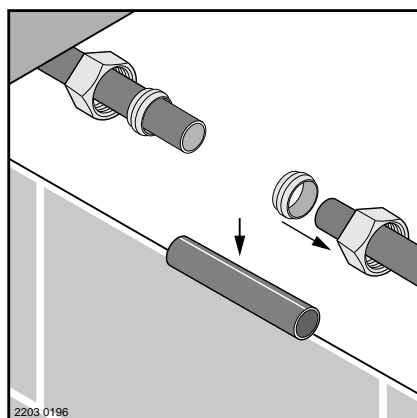

Figure 2
2. Fermer le robinet principal de l'alimentation en eau et vider les conduites d'eau en ouvrant le robinet d'un évier à l'étage supérieur de la maison et un autre au sous-sol. Mesurer la conduite d'eau et la couper (voir la Figure 2).
3. Glisser un écrou de compression et une olive appropriée sur chaque extrémité du tuyau. Dans le cas d'une conduite d'eau de 1/2 pouce, utiliser les olives en caoutchouc. Dans le cas des conduites d'eau de 3/4 de po, utiliser les olives en laiton (voir la Figure 2).